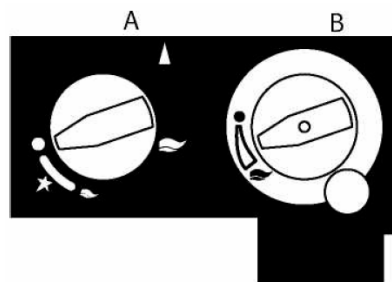

Fig. 27
- 1) Druk in en draai de bedieningsknop A (zie fig. 27) van positie ● linksom naar positie ▲ (kleine vlam). U hoort dan één tik en een vonk springt over. Houd de knop enige tijd ingedrukt zodat lucht uit de leiding kan ontsnappen;
- 2) Draai de meetnippel C (zie fig. 27) enige slagen open en sluit eenmeetslang aan.